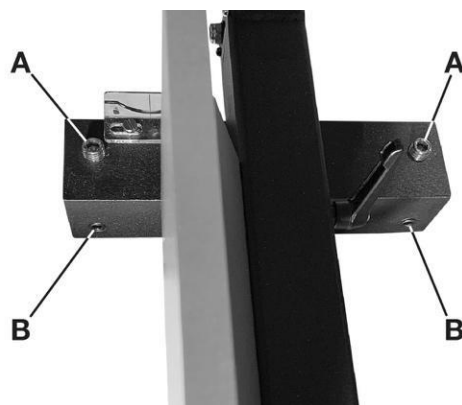

Рис. 29
2. Если требуется регулировка, поверните один из задних регулировочных винтов (В, рис.29), чтобы повернуть ограждение на одной линии с пазом для стола.
2. Убедитесь, что направляющая сверху донизу плотно прилегает к пильному полотну. Если это не так, отрегулируйте установочные винты (А, рис. 29) до тех пор, пока направляющая не будет параллельна пильной ленте по вертикали.